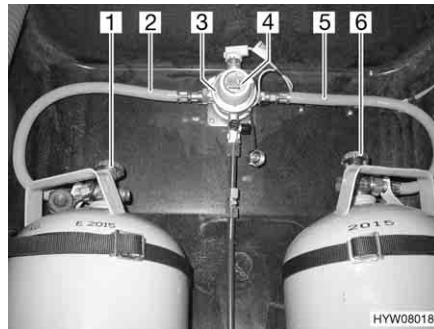
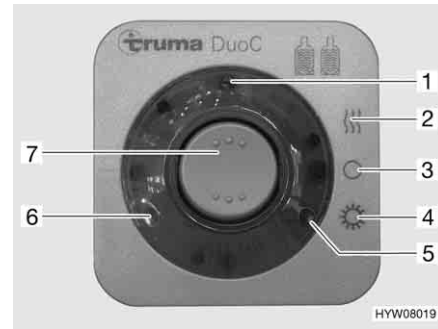

Fig. 130 Dispositif de commutation DuoControl
Fig. 131 Unité de commande
Le dispositif de commutation DuoControl est composé d'une valve de commutation (Fig. 130,3) et de l'unité de commande (Fig. 131). La valve de commutation est montée entre les lyres (Fig. 130,2 et 5). Un bouton rotatif (Fig. 130,4) situé sur la valve de commutation permet de définir laquelle des bouteilles de gaz est celle de service et laquelle est celle de réserve.
Seules les fonctions électriques peuvent être activées sur l'unité de commande (Fig. 131). Les robinets principaux des bouteilles de gaz (Fig. 130,1 et 6) doivent être ouverts manuellement.
La valve de commutation garantit une pression du gaz constante, indépendamment de la bouteille qui fournit le gaz. Les deux voyants de contrôle de l'unité de commande indiquent le niveau de remplissage de la bouteille de service. Lorsque le voyant de contrôle vert (Fig. 131,6) s'allume, la bouteille de service est entièrement chargée. Lorsque le voyant de contrôle rouge (Fig. 131,5) s'allume, la bouteille de service est vide. L'alimentation en gaz s'effectue également par la bouteille de réserve.
- Ouvrir les robinets principaux des bouteilles de gaz (Fig. 130,1 et 6).
- Choisir la bouteille de gaz avec le bouton rotatif (Fig. 130,4) de la valve de commutation (Fig. 130,3) à partir de laquelle le gaz sera utilisé principalement (bouteille de service).
- Mettre en marche le dispositif de commutation DuoControl sur l'unité de commande (Fig. 131).
Pour ce faire, régler le commutateur à bascule (Fig. 131,7) sur régime hiver "Marche et chauffage" (Fig. 131,2) ou bien sur régime été "Marche" (Fig. 131,4). La valve de commutation est maintenant désaérée. Le voyant de contrôle jaune (Fig. 131,1) s'allume si le régime hiver est sélectionné et l'installation de dégivrage est activée.
- Mettre le commutateur à bascule (Fig. 131,7) sur "O" (Fig. 131,3). Le voyant de contrôle jaune (Fig. 131,1) s'éteint.
- Fermer les robinets principaux des bouteilles de gaz (Fig. 130,1 et 6).
**Affichage à distance** Les voyants de contrôle de l'unité de commande (Fig. 131,5 et 6) signalisent à l'intérieur du véhicule si la bouteille de gaz est en état de marche.
**Remplacement des bouteilles de gaz** Si le voyant de contrôle vert (Fig. 131,6) s'éteint durant le fonctionnement et le voyant de contrôle rouge (Fig. 131,5) s'allume, la bouteille de gaz définie comme bouteille de service est vide et doit être remplacée. La bouteille de réserve alimente les appareils à gaz.